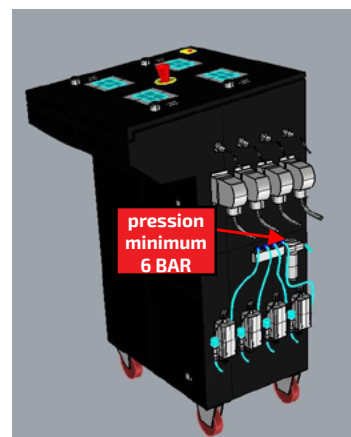

FIG. 1
1. Depuis le réducteur de pression manuel régler la pression à une valeur supérieure à 6 BAR (FIG. 1) ;